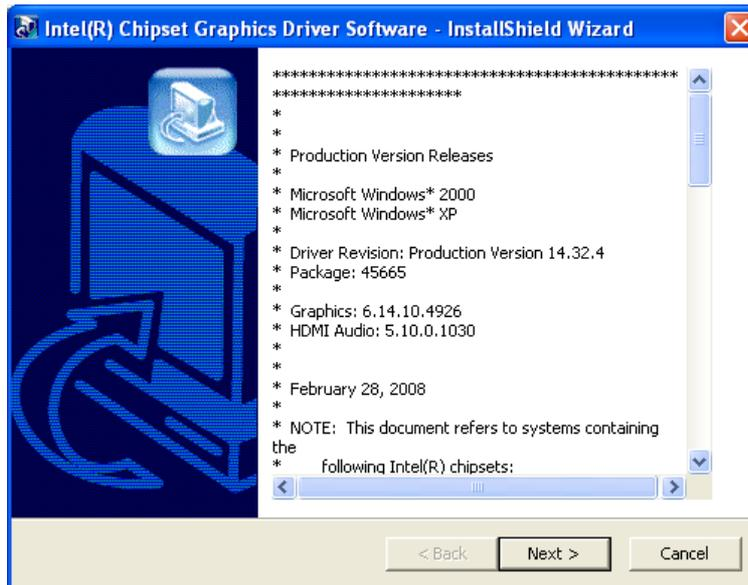

Abbildung 7-8: VGA-Treiber ReadMe-Datei
- Schritt 3:** Die ReadMe-Datei in **Abbildung 7-8** wird angezeigt.